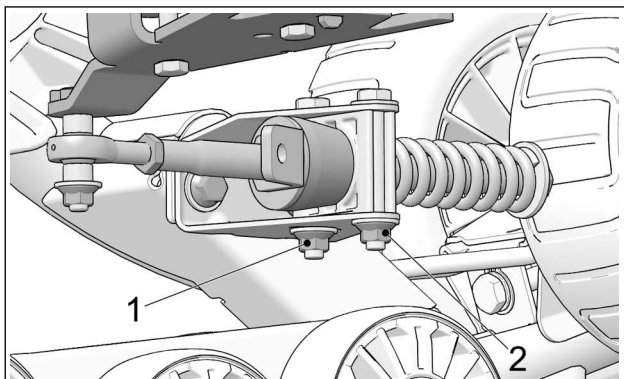

Figure 8
- Resserrer les écrous (1) et (2) de l'ancrage antirotation à 50 Nm [37 lb•pi]. Figure 8.